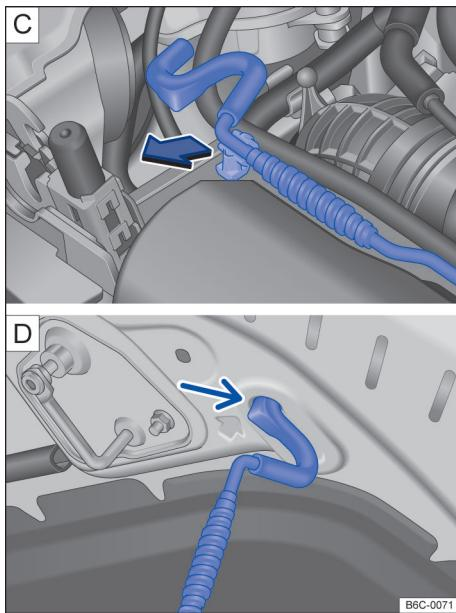

Fig. 146 **C** Haste de sustentação da tampa do compartimento do motor. **D** Tampa do compartimento do motor apoiada na haste de sustentação.
- Retirar a haste de sustentação do suporte no sentido da seta → Fig. 146 **C** e posicioná-la na abertura na tampa do compartimento do motor → Fig. 146 **D**.
- Retirar a haste de sustentação do furo → Fig. 146 [D] e encaixá-la no suporte do fecho → Fig. 146 [C].